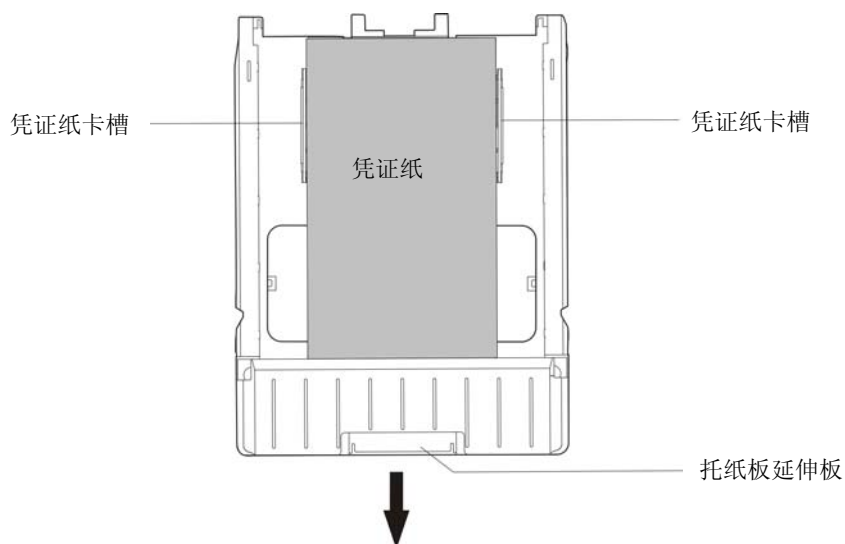

图 3-6 安装凭证纸（竖向）
- ③ 凭证纸（240×140mm）：先将左右挡板翻起取出，安装在外卡槽上，再翻起凭证纸挡板，然后将凭证纸竖向放入（如图 3-6 所示）；